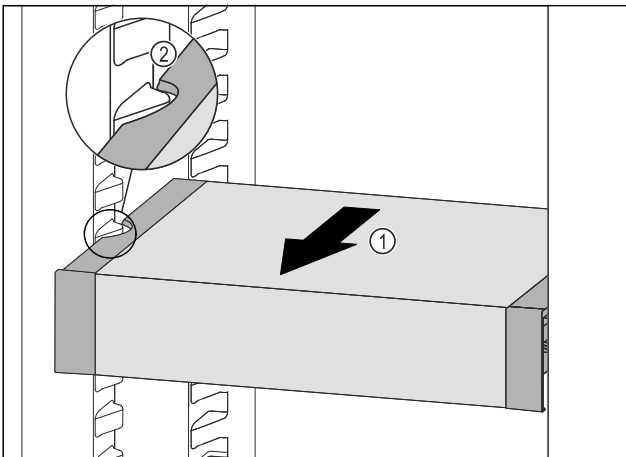

Fig. 72
▶ Потягнути VarioSafe вперед Fig. 72 (1), поки бокові заглиблення VarioSafe не опиняться на рівні ребра для резервуара в охолоджувальному відділенні. Fig. 72 (2)